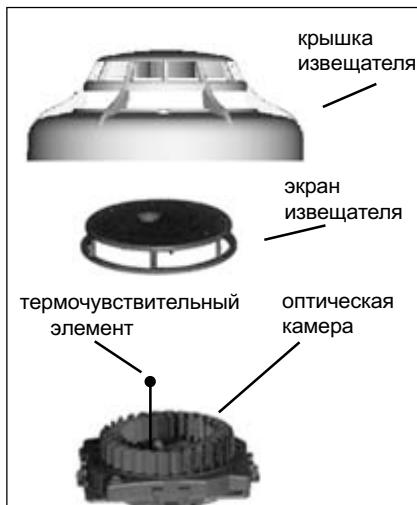

Рис. 3. Извещатель ИП212/101-2 со снятой крышкой
2. Снимите крышку извещателя (рис. 3), для чего при помощи отвертки с плоским шлицем осторожно ослабьте каждую из четырех защелок, которыедерживают плату извещателя внутри крышки.